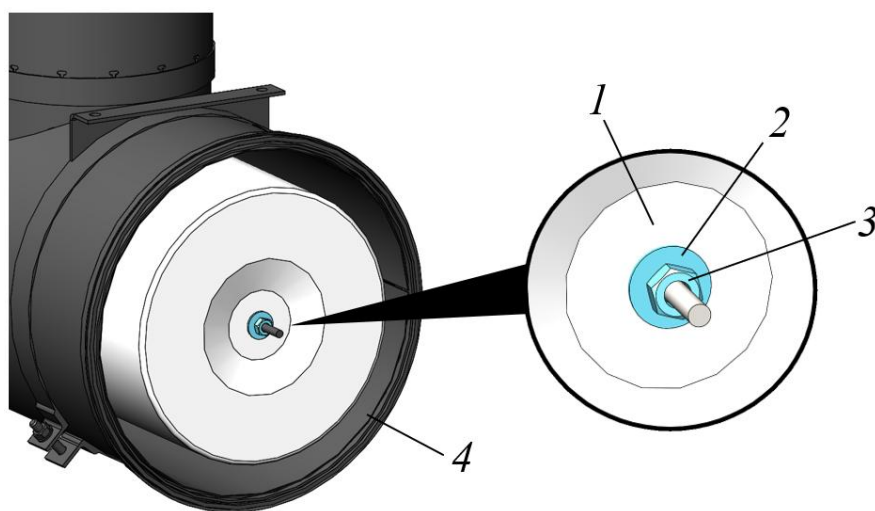

Рисунок 5.25. Процедура извлечения из корпуса основного фильтра
- Ключом  17, открутить гайку крепления фильтра 3, снять шайбу 2 и извлечь из корпуса основной фильтрующий элемент 1, рис. 5.25.
- Установить новый основной фильтрующий элемент 1 в корпус фильтра 4, зафиксировать фильтр в корпусе используя шайбу с гайкой, рис. 5.25.